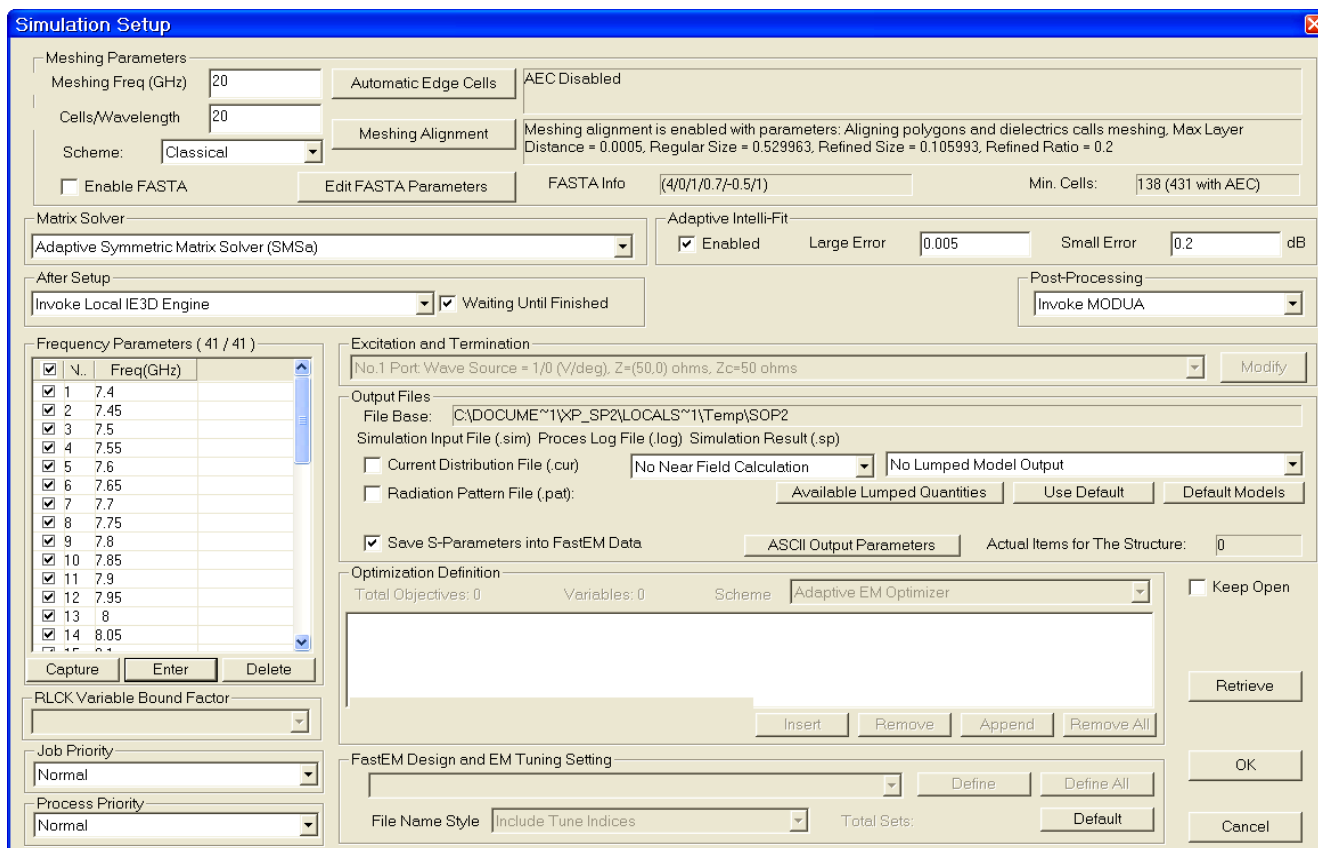

Рис. 29
6. В открывшемся окне (рис. 29) в области Frequency Parameters отметьте верхнюю строку No Freq(GHz), чтобы отметить все частоты и нажмите кнопку OK.